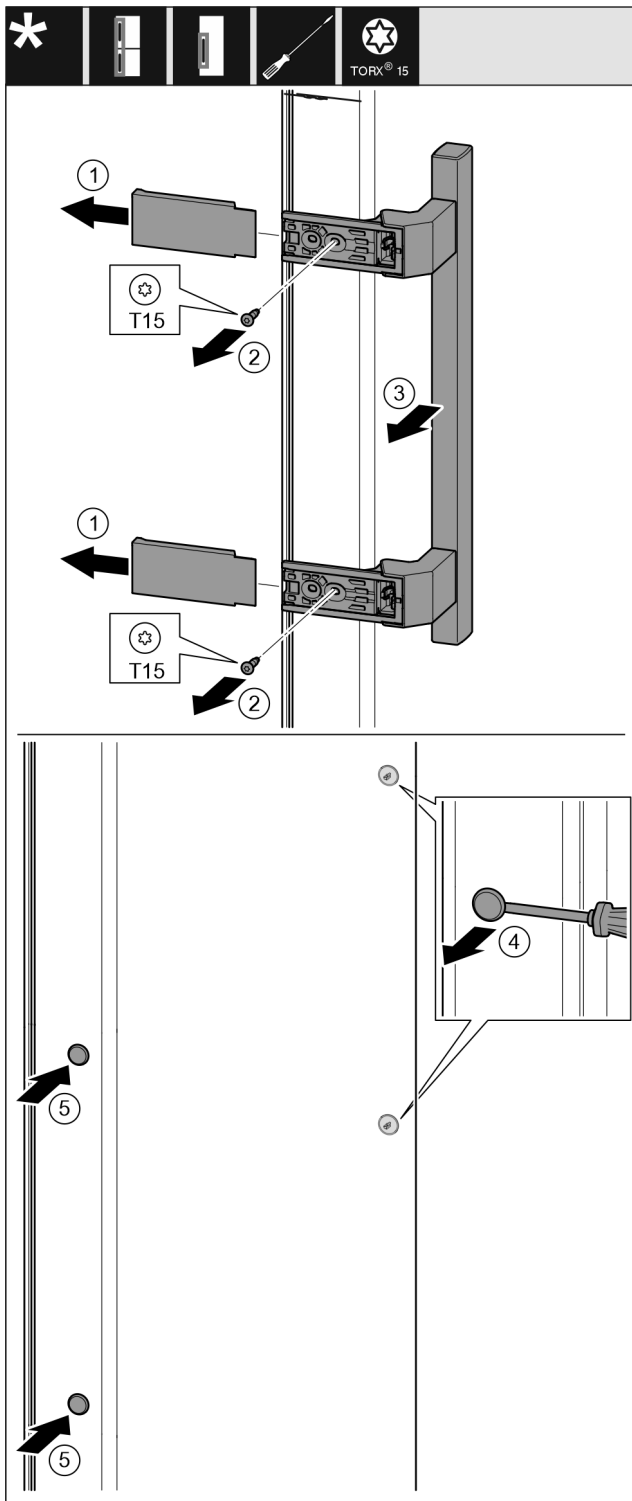

Fig. 17
- ▶ Зніміть кришку. Fig. 17 (1)
- ▶ Викрутіть гвинти за допомогою викрутки T15. Fig. 17 (2)
- ▶ Зніміть ручку. Fig. 17 (3)
- ▶ За допомогою шліцевої викрутки обережно підійміть бокову пробку та витягніть її. Fig. 17 (4)
- ▶ Знову вставте пробку з іншого боку. Fig. 17 (5)